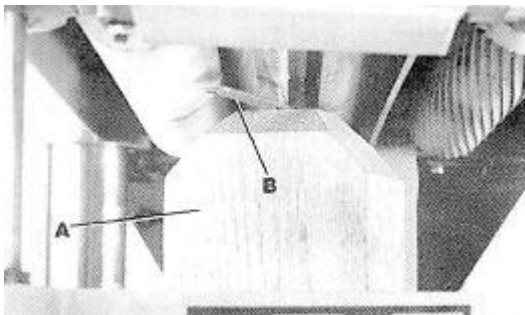

Рис. 25 Регулировка высоты фрезерной головки
3. Поместите измерительный блок (А), Рис. 25, на стол прямо под